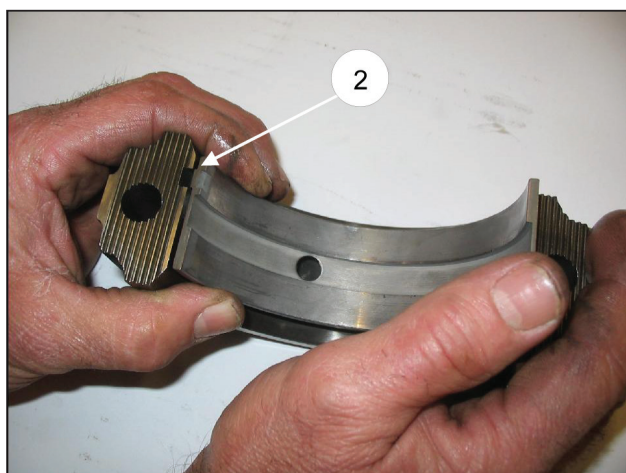

Fig. 6/a
Caso se tenha procedido à desmontagem dos suportes da guia do pistão, verifique antes de sua montagem o correto posicionamento dos anéis OR de estanqueidade (pos. ①, Fig. 6/b), se necessário, troque-os.